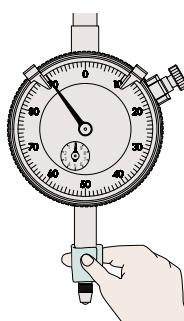

Fig. 1
1. Use un trapo seco o uno humedecido en alcohol para limpiar el husillo sin lubricación. (**Fig. 1**)